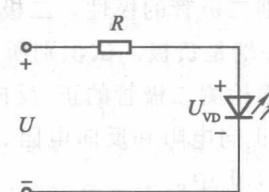

图 1.11 发光二极管测试电路
(2) 按图 1.11 所示电路连接线路, 图中的电阻 $R = 1 k\Omega$ 。接入电源电压 U , 并使 U 由 0 V 逐渐增大, 直至发光二极管开始发光, 继续增大输入电压, 观察发光二极管发光强度随输入电压增大而变化的情况; 将发光二极管反接, 观察此时发光二极管的发光情况。